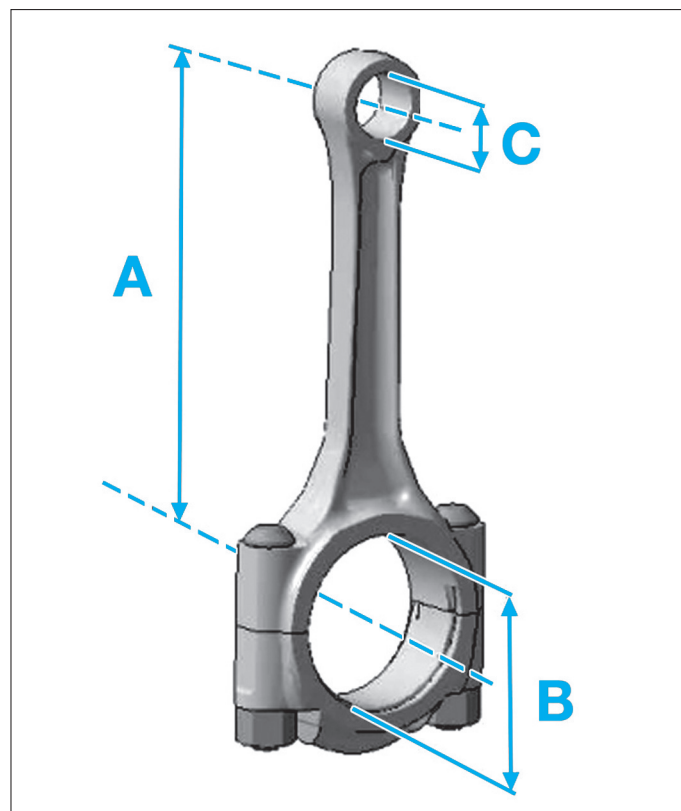

Fig. 13
Entraxe (A) (Fig.13) : 140,25 ± 0,05 mm.